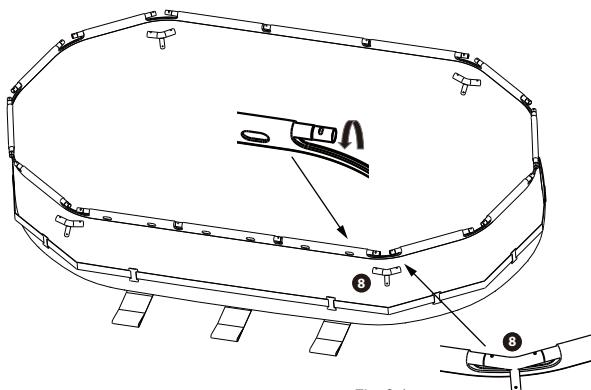

Fig. 6-1
**6.** Connectez les poutres assemblées **3** & **4** des côtés avec les poutres **5** des extrémités grâce à un raccord en T **8** comme indiqué dans les figures 6.1 et 6.2 ci-dessous.